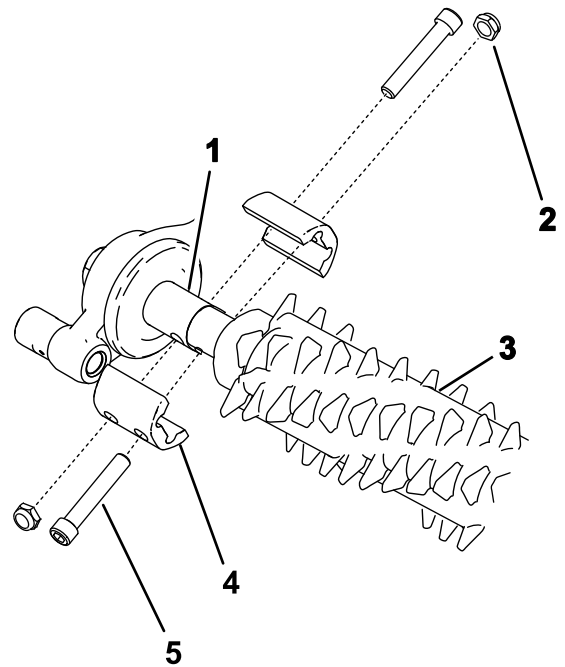

図 26
4. 図 26にある、グルーマアセンブリを固定しているボルトを本締めし 5-7 N・m 0.56-0.69 kg・m 46-60 in-lb にトルク締める。
2. グルーミングリールアセンブリを、駆動ボックスとアイドルアセンブリとの間にセットする 図 26。